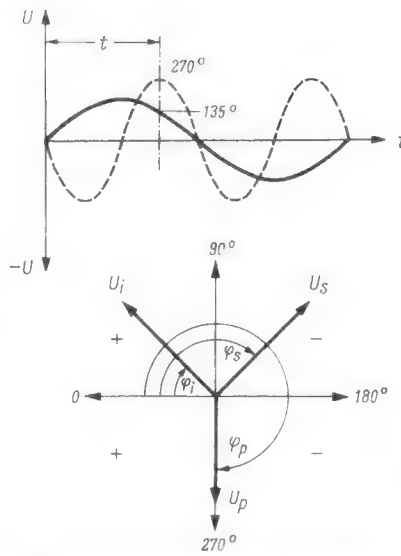

Bild 6. Kompensation der Signalladung durch die Idlingschwingung bei dämpfender Phasenlage der Pumpschwingung
sofern der Katodenwiderstand R_k kapazitiv überbrückt ist. Dieser Fall wird in der Praxis nicht angewendet, d. h. der Katodenwiderstand wird höchstens für die höheren Frequenzen kapazitiv überbrückt. Für die tieferen Frequenzen ist die durch den ohmschen Widerstand R_k erfolgende Stromgegenkopplung wegen der damit erfolgenden Linearisierung der Steuerkennlinie erwünscht. Bild 6 zeigt im Vergleich zu Bild 5 (ohne Gegenkopplung) die Auswirkung der Gegenkopplung auf den Verlauf der Steuerkennlinie. Um einen Stromhub $I_{a\ ss} = 50\text{ mA}$ zu erreichen, ist dazu eine Eingangsspannung $U_{in\ ss\ GK} = 3,5\text{ V}$ erforderlich. Dies entspricht einer mittleren Steilheit bei Gegenkopplung von
Die Synchronimpulse werden allerdings bei dieser Aussteuerung bereits merklich gestaucht. Aus Bild 6 ist die mittlere Steilheit $S_{m\ S} = 9,3\text{ mA/V}$ im Bereich der Synchronimpulse (S) bei Gegenkopplung ablesbar. Das Verhältnis von $S_{m\ S}$ zu $S_{m\ GK}$ ergibt den Stauchungsgrad: Er ist im vorliegenden Fall
zum Ausdruck kommt. Aus dieser Gleichung ist zu ersehen, daß in Augenblicken, in denen die Pumpschwingung eine dämpfende Phasenlage einnimmt, die Signalladung der Kapazitätsdiode durch eine entgegengesetzte Ladung der Mischschwingung kompensiert wird. Ein Energieentzug ist somit unmöglich. Hierzu ein Beispiel: In Bild 6 sind nochmals Pump- und Signalschwingung in dämpfender Phasenlage dargestellt. Betrachtet man die beiden Kurvenzüge zum Zeitpunkt t , dann können für die Schwingungen folgende Phasenwinkel angegeben werden: